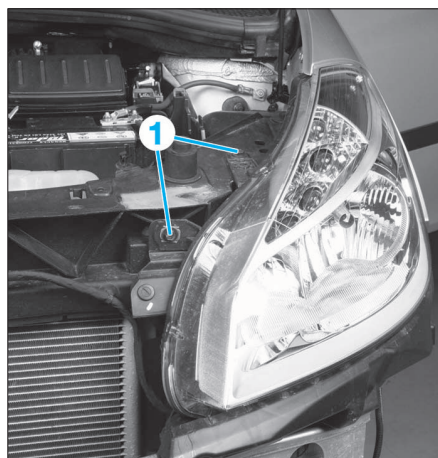

FIG. 10
- Déposer les vis de fixation supérieures (1) du projecteur (Fig.10).